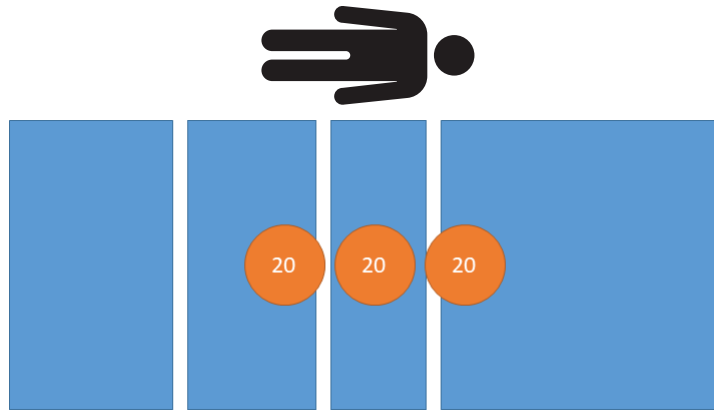

Figure 19 – Test de performance du poids - 60 kg
2. En utilisant des poids étalonnés, placer 60 kg sur le produit (Figure 19).
10. En utilisant des poids étalonnés, placer 60 kg sur le produit (Figure 19).